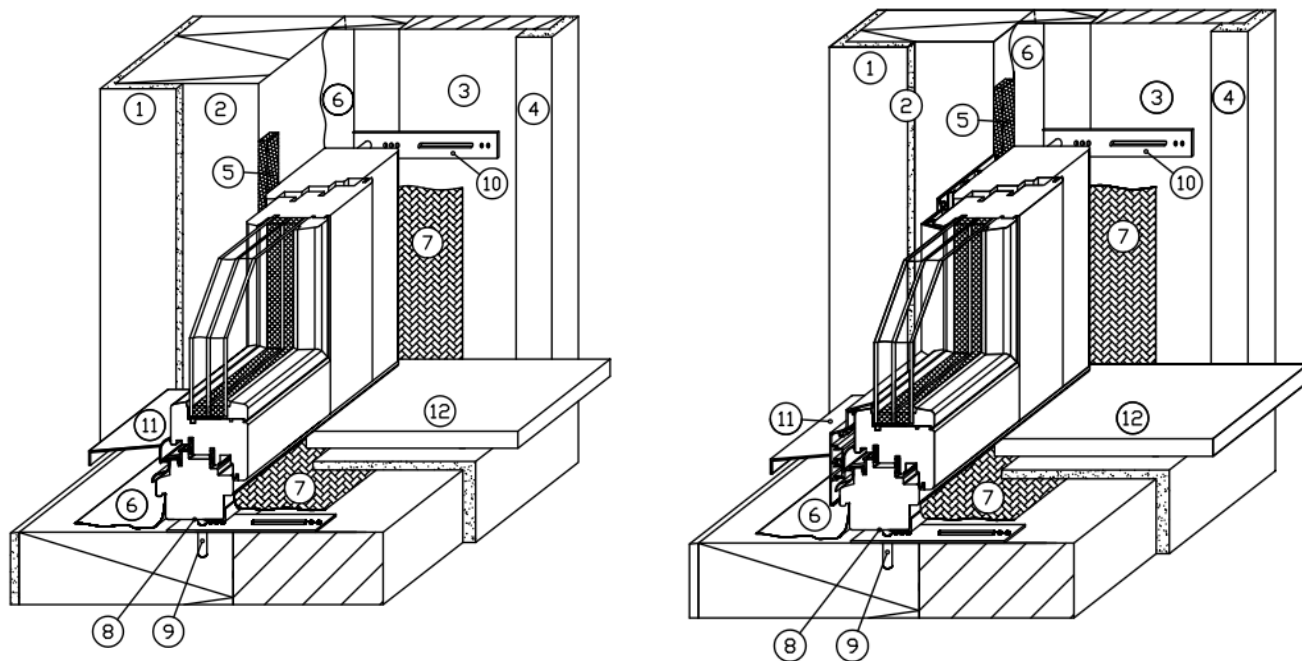

Fig. 2.5. Monteringsschema för fönster typ EC/90 Plus+ trä & trä/alu
2.8) Fäst diffusionsöppen folie/vindstopp med bredd på 100 mm (punkt 6 Fig. 2.5) till tröskel/bottenstycke/
2.10) Efter att skummet härdat avlägsnas överskott. Därefter fästes diffusionsspärrande folie/tejp med en bredd på 100 mm (punkt 7 Fig 2.5) på insidan av fönsterkarmen. Klipp folie med upplägg på ca 10cm i förhållande till längden på tröskel/bottenstycke/karmsidor. Ta bort skyddsremsa och limma folie till tröskel/bottenstycke/karmsidor. Ta bort skyddsremsa för butyl och limma mot konstruktionsdel av vägg. Folieöverskott används för att tätta hörnen och använd gummiroller för att åstadkomma en jämn tätning.